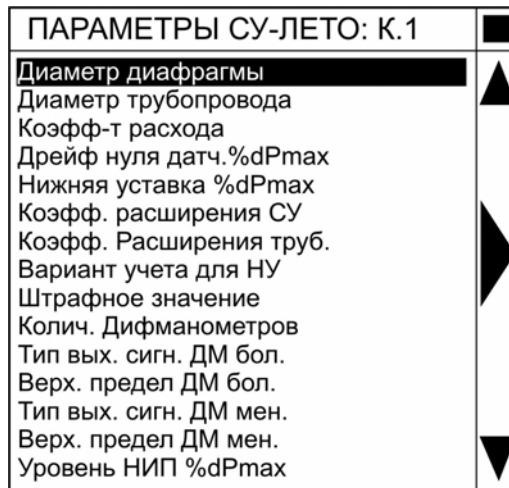

Рис.26 – Меню «Настройка СУ (зима, лето)»
3.4.8.6.8 При активации в меню «Датчик расхода канала» строки «Настройка СУ зима» или «Настройка СУ лето» появится экран, как на рис.26.